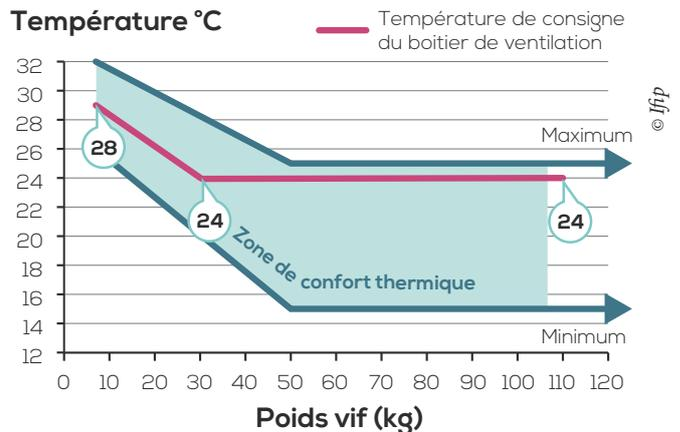

Figure 2 : Zone de confort thermique et recommandations de températures de consigne
- 1 Respecter la zone de confort thermique des porcs (figure 2) : réduire les stress thermiques (excès de chaud ou de froid : Cf références techniques).